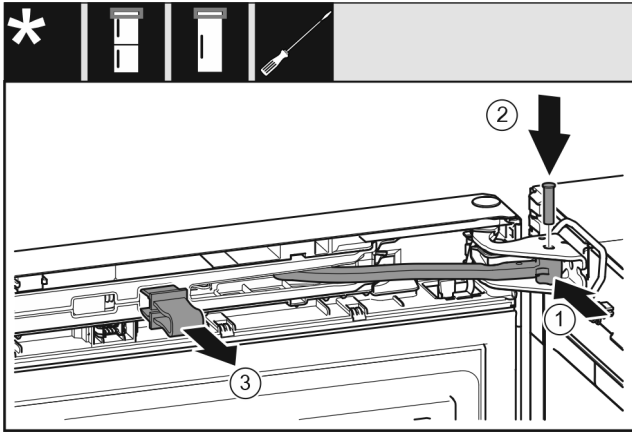

Fig. 53
- ▶ Gelenk Fig. 53 (1) in Lagerbock drehen.
- ▶ Bolzen Fig. 53 (2) in Lagerbock und Gelenk einsetzen. Dabei darauf achten, dass der Rastnocken korrekt in der Nut sitzt.
- ▶ Sicherung Fig. 53 (3) abnehmen.